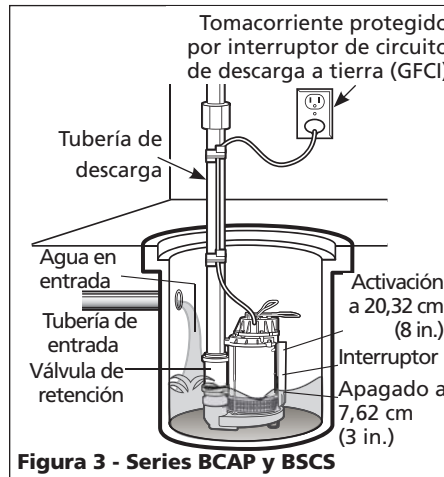

Figura 3 - Series BCAP y BCSC
7. Posicione la bomba LEJOS de la entrada de agua de manera que el interruptor no quede cerca de la entrada de agua (ver Figura 3).